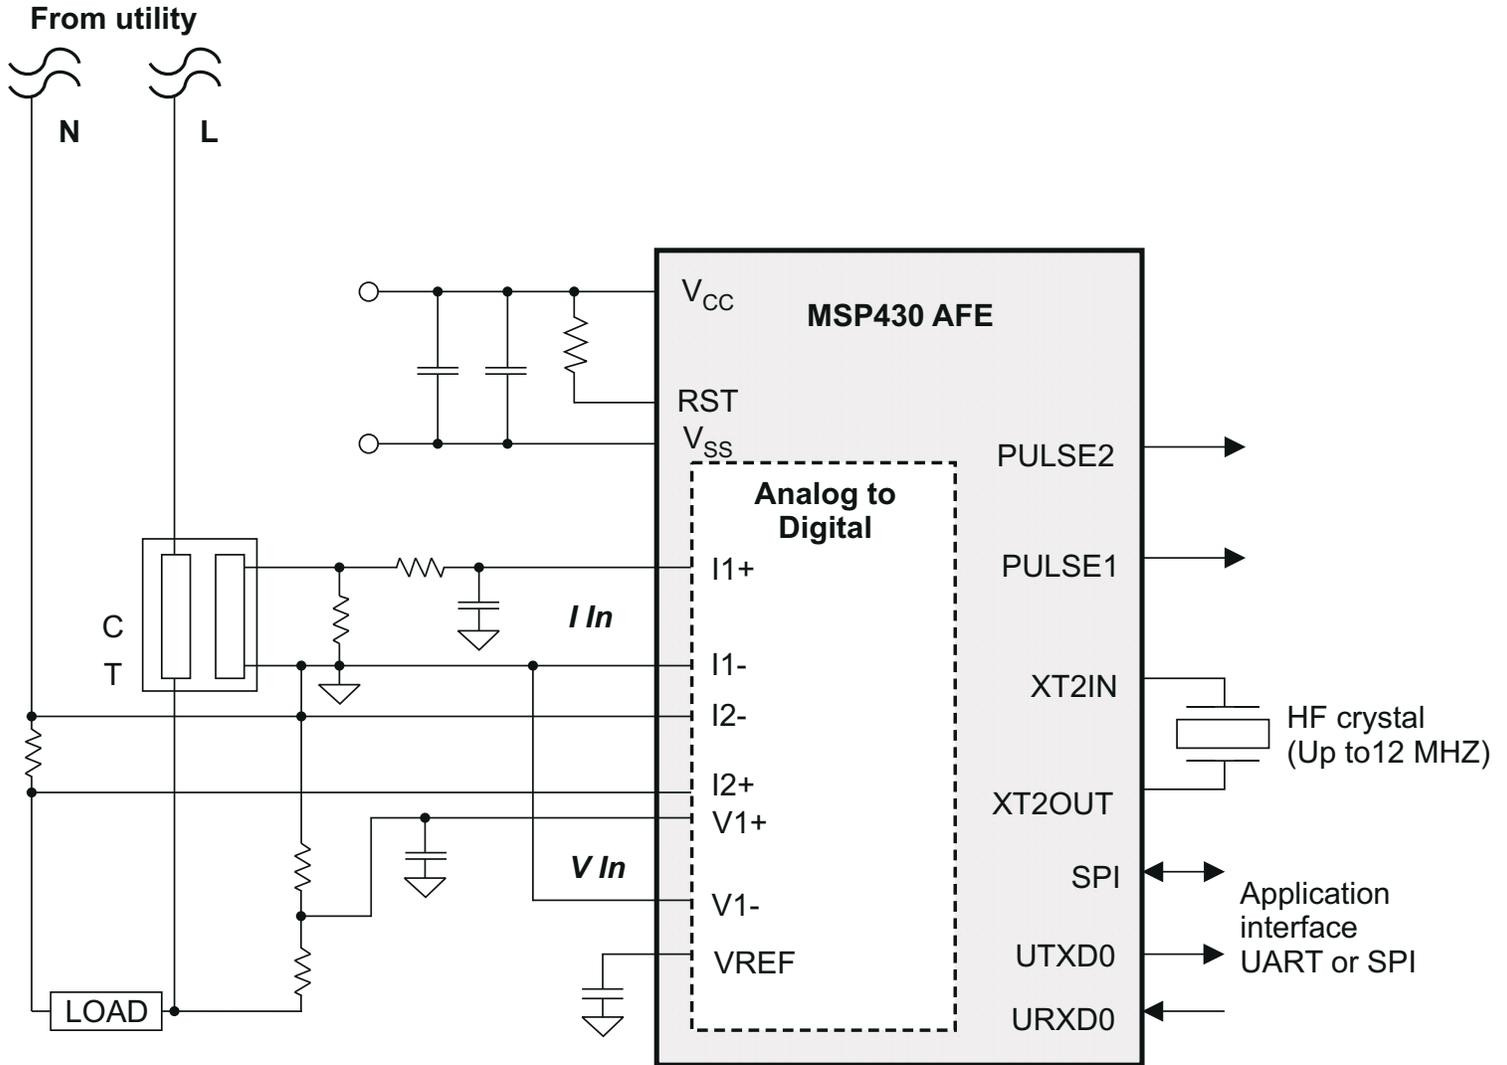

图 3-2. 使用 MSP430AFE2x3 的单相位两线制星形连接
图 3-2 展示了单相能量计应用的高级接口。图中显示了到市电的单相两线制星形连接，具有篡改检测功能。电流传感器连接到每个电流通道，并使用分压器来提供相应的电压。电流互感器 (CT) 具有关联的负载电阻器，必须始终连接该电阻器以保护测量器件。CT 和负载电阻器的选择基于制造商和电能测量所需的电流范围。分流电阻值的选择取决于电流范围、AFE 上 SD24 的增益设置以及功率损耗容差。在选择电压通道的分压电阻时，需要确保对市电电压进行分压后符合对 MSP430 SD24 有效的正常输入电压范围。有关这些详细信息，请参阅 MSP430x2xx 系列用户指南 和器件特定数据表。